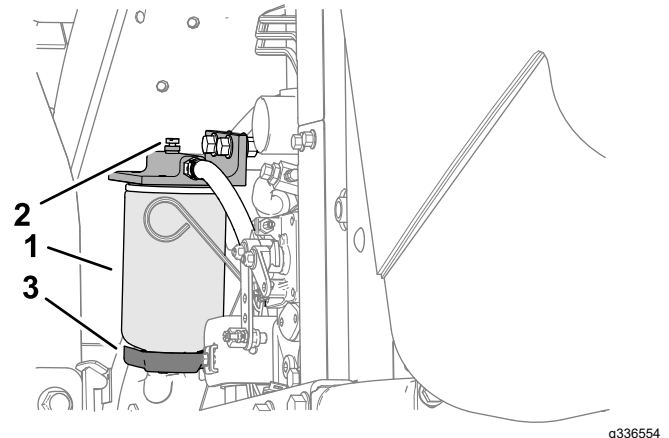

Figura 68
4. Afloje la válvula de vaciado en la parte inferior del cartucho del filtro (Figura 68).
3. Limpie la zona de montaje del cartucho del filtro (Figura 68).